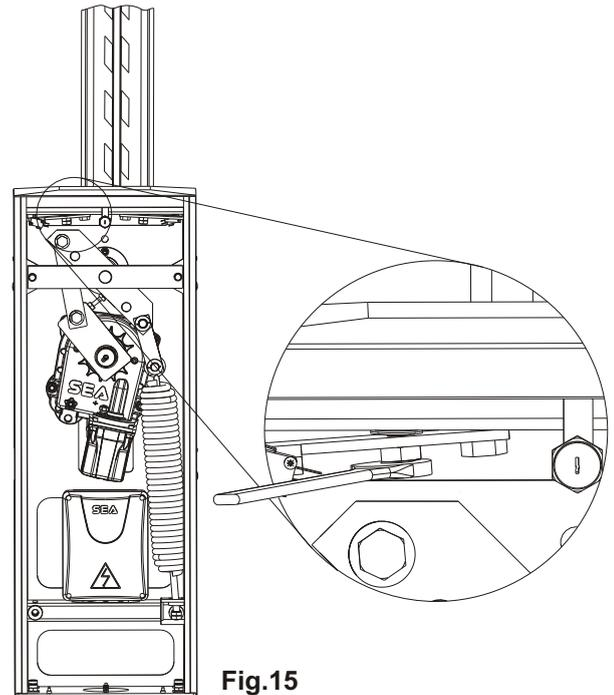

Fig. 15
- Desbloquear los tornillos del final de carrera destornillando las tuercas de ajuste apretadas sobre el final de carrera (Fig. 15).
- Destornillar o atornillar los tornillos de final para fijar el mástil en posición vertical en la apertura, y en posición perfectamente horizontal en el cierre (Fig. 15).